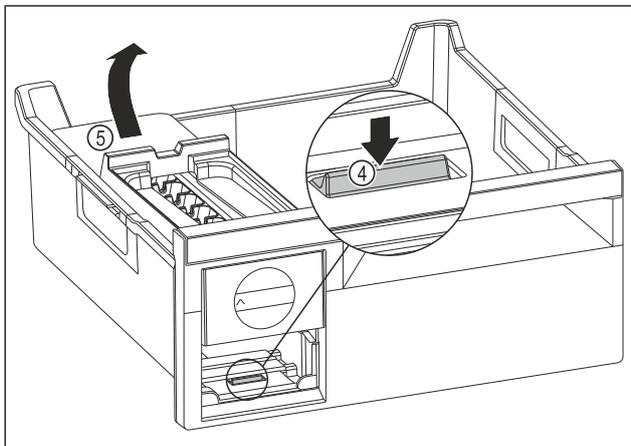

Fig. 78
- ▶ Extraer el cuerpo del EasyTwist-Ice: Presionar la lengüeta Fig. 78 (4) con los dedos hacia abajo subiendo al mismo tiempo por detrás con la otra mano el cuerpo del EasyTwist-Ice Fig. 78 (5).